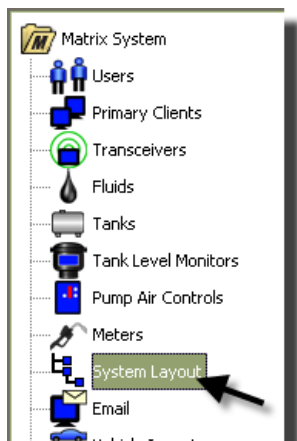

Рис. 123
1. Щелкните на значке «System Layout» [Схема системы] (Рис. 123) из перечня на панели системы Matrix. Отобразится экран «System Layout» [Схема системы]. Перед настройкой схемы системы нужно сначала добавить цистерны (стр. 79) и расходомеры (стр. 92).